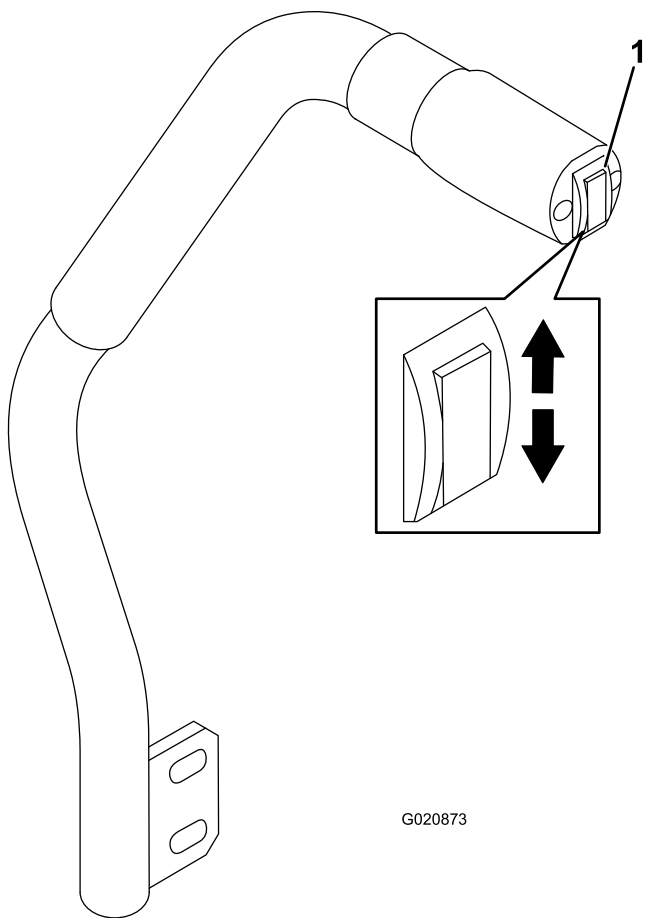

図 18
デッキ昇降スイッチはデッキ（アタッチメント）の上昇と下降を行うスイッチです（図 18）。このレバーは、エンジンが掛かっていないと使用できません。
- ・ デッキを下降させるには、スイッチを下に押す (図 18)。
- ・ デッキを上昇させるには、スイッチを上を押す (図 18)。
1. エンジンを始動し、デッキの昇降スイッチを上を押してデッキを一番高い位置まで上昇させたらすぐにスイッチから手を離す (図 18)。